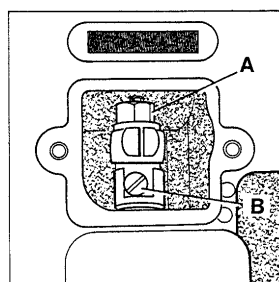

Fig.12
To change the stitch length, remove the cover plate located below the serial number of the machine. Loosen lock nut (A, Fig. 12) and turn stitch length adjusting screw (B) clockwise to shorten stitch or counterclockwise to lengthen it. After adjustment, retighten lock nut (A) and replace the cover plate.
Para variar el largo de la puntada hay que remover la tapa debajo del serial de la maquina. Soltar la tuerca (A, Fig. 12) y girar tornillo (B) hacia la derecha para acortar la puntada y hacia la izquierda para agrandar la puntada. Después hay que apretar la tuerca (A) otra vez y cerrar la tapa.